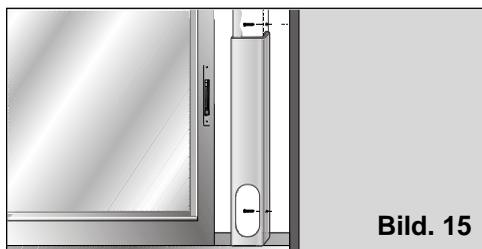

Bild. 15
- För att fästa detta tillbehör på fönstret/dörren har det försetts med två hål. Med hjälp av två skruvar (följer inte med) kan Du fästa tillbehöret på karmen eller väggen utan risk för att tillbehöret rör sig eller faller ner, Bild 15.